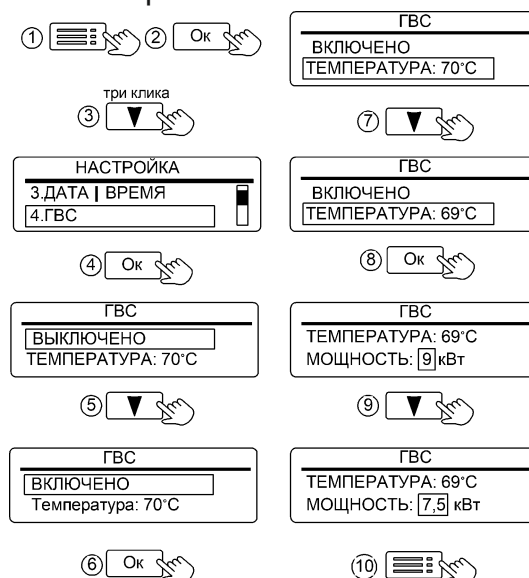
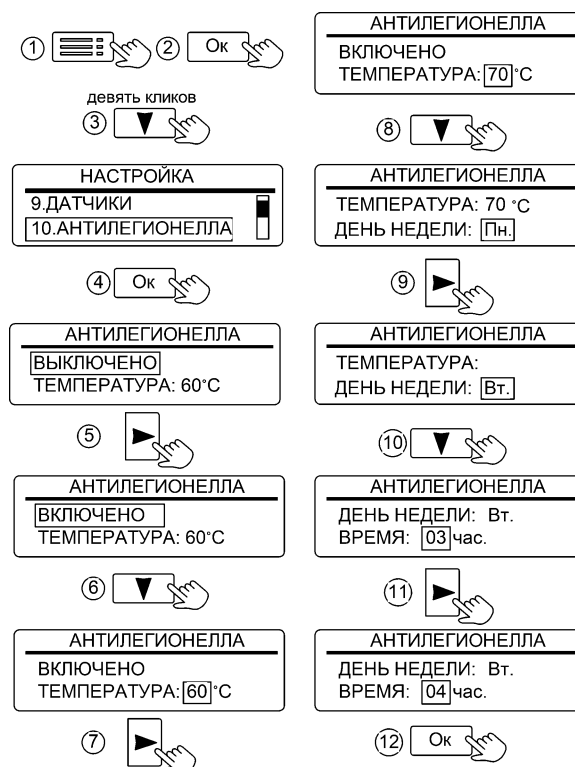

Рисунок 12. Настройка режима «ГВС»
Рисунок 14. Настройка времени включения режима «ЛЕГИОНЕЛЛА»
Активация режима «ГВС» и настройка температуры горячей воды показана на рис. 12. Начальная заводская настройка температуры горячей воды - 70°C. При активированном режиме отображается как «ГВС» (см. рис. 5), при выключенном режиме, неисправном или отключённом датчике отображается как ГВС. В подменю «ГВС» предусмотрена настройка ограничения мощности ТЭН. Данную настройку реко-
В любой воде существует возможность развития бактерий легионеллы. Чтобы исключить угрозу отравления водой, получаемой из косвенного водонагревателя, котел имеет режим «АНТИЛЕГИОНЕЛЛА». Режим автоматически активируется при подключении NTC-датчика температуры к плате контроллера и включения режима «ГВС» (см. рис. 12). При отключении NTC-датчика – режим деактивируется и меню «АНТИЛЕГИОНЕЛЛА» (см. рис. 14) не доступно для Пользователя. Если режим активирован - каждую неделю, в установленное
время выполняется нагрев воды в косвенном водонагревателе до значения, установленного в настройках котла - см. рис. 14 (заводская настройка – 60°C). Температура поддерживается в течении десяти или пяти минут, в зависимости от установленного значения. Во время нагрева вместо надписи «ГВС» отображается значок «60°» (см. рис. 13).
Заводская настройка времени включения нагрева – Понедельник, 03:00. Имеется возможность изменения времени включения и значения температуры нагрева (см. рис.14).
предотвращения риска причинения вреда здоровью и поломки оборудования, значения температурных уставок в режимах «ГВС» и «АНТИЛЕГИОНЕЛЛА» должны быть меньше максимально-допустимой температуры нагрева воды в бойлере. При необходимости уменьшите значения уставок (см. рис. 12, см. рис. 14).
11.1.4 «4.ГВС» - установка состояния режима «ВКЛЮЧЕНО / ВЫКЛЮЧЕНО». Индикация «ВКЛЮЧЕНО» означает разрешение на работу режима ГВС. Индикация «ВЫКЛЮЧЕНО» запрещает работу режима «ГВС» (см. рис. 12).